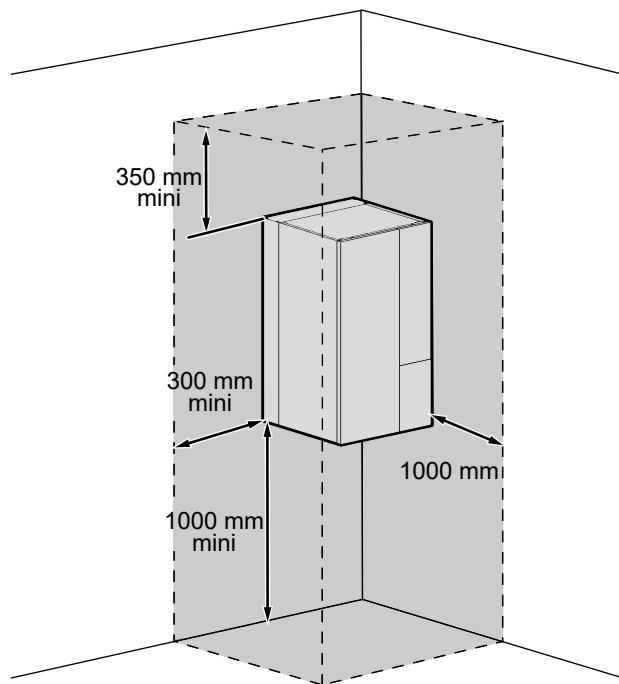

fig. 19 - Minimale vrije installatieruimte rond de hydraulische module en afstanden tot brandbare wanden voor onderhoud
- Om de onderhoudswerkzaamheden te vergemakkelijken en de toegang tot de verschillende organen mogelijk te maken, is het aanbevolen om voldoende ruimte te voorzien rondom de hydraulische module (*fig. 19*).